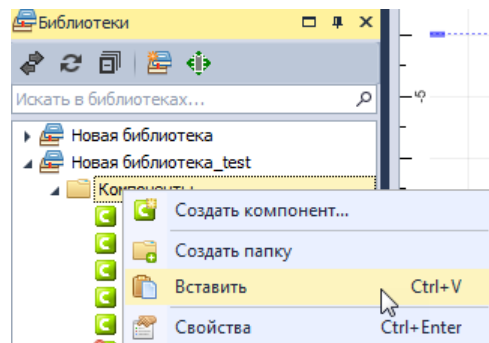

Рис. 339 Вставка элемента
4. Вызовите для выбранного узла контекстное меню и выберите пункт «Вставить», см. Рис. 339.